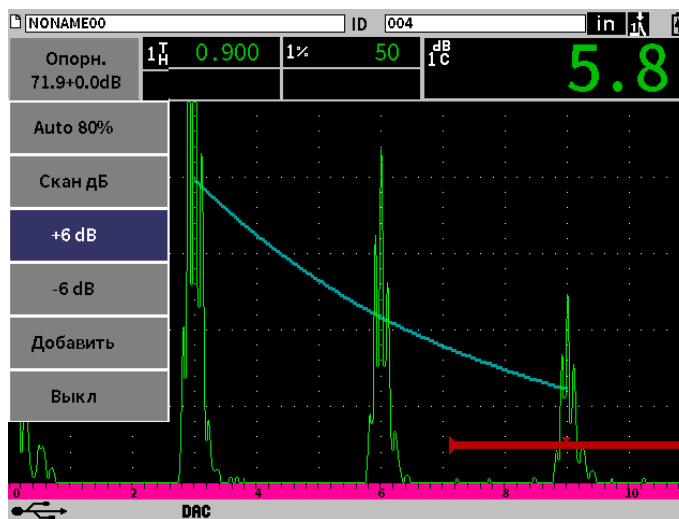

Рис. 11-11 Стандартная DAC с усилением сканирования 6 дБ
2. Настройте усиление грубой или тонкой настройкой, или используйте кнопки **+6 дБ** и **-6 дБ** для увеличения/уменьшения усиления при сканировании (см. Рис. 11-11 на стр 171).